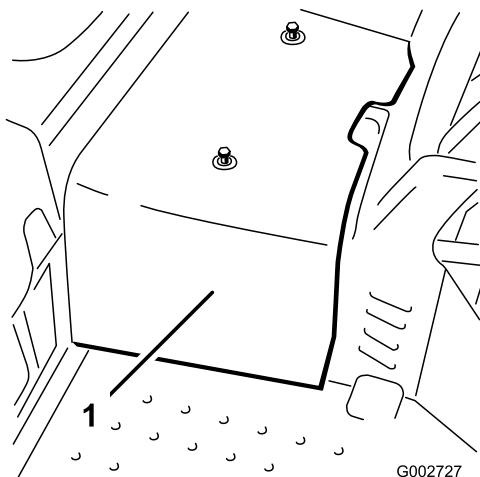

Figure 40
2. Retirez les 2 vis de fixation du carénage central à la machine et déposez le carénage (Figure 40).